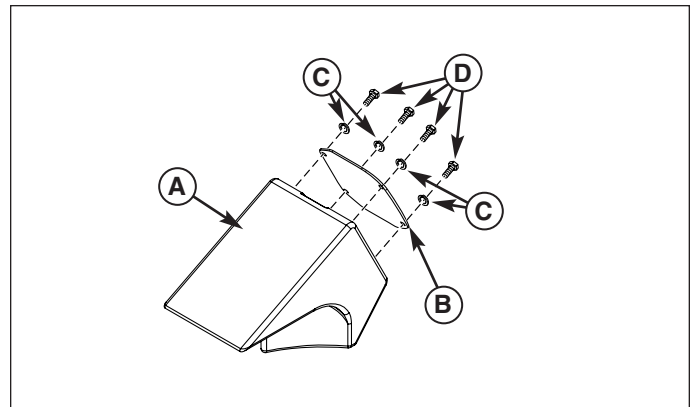

Figure 14. Plaque Installation
1. Fixer la plaque (B, Figure 14) sur le bouchon de mulch (A) au moyen de vis de 1/4-20 x 3/4 (D) et de rondelles-freins de 1/4 (C).